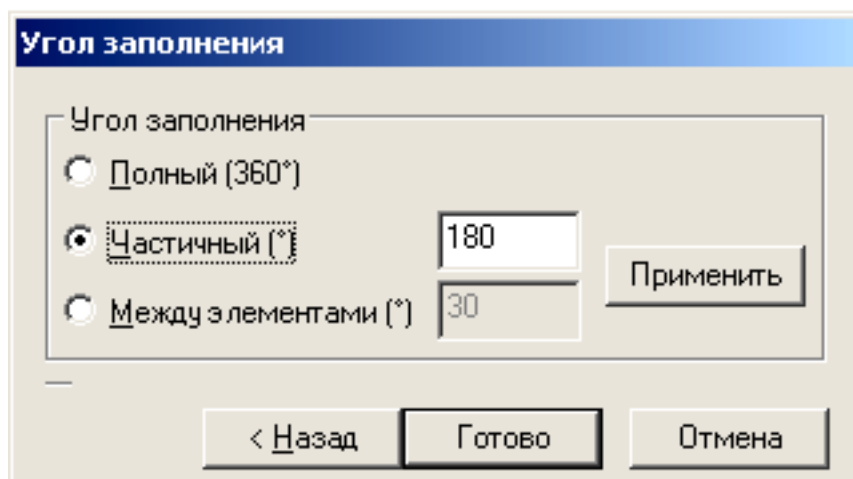

Рисунок 2.20
- угол заполнения (см. Рисунок 2.18, Рисунок 2.20).